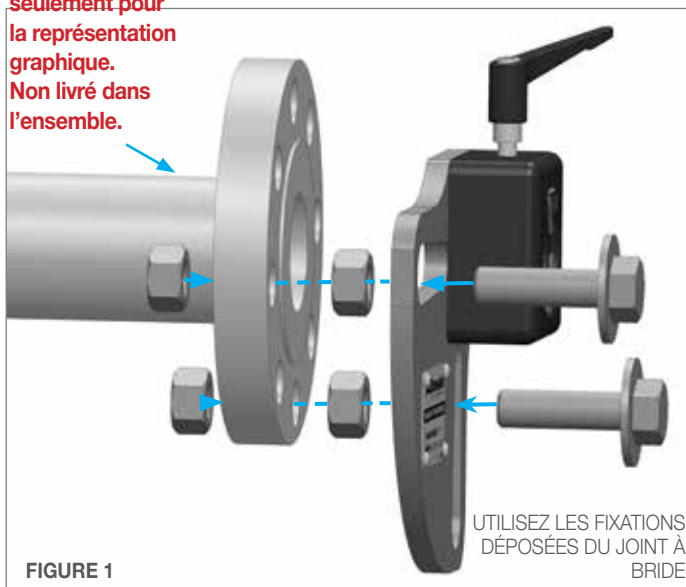

FIGURE 1
1. Fixez la fixation quart de rond sur la bride de la canalisation avec les fixations déposées du joint à bride. Les écrous présentés entre la bride de la canalisation et la fixation quart de rond permettent l'évacuation. D'autres possibilités d'entretoise telles que des rondelles sont acceptables. **(Figure 1)**
1. Fixez la plaque pour bride 102-204 mm sur la bride de la canalisation avec les fixations déposées de la liaison à bride. Les écrous présentés entre la bride et la plaque de fixation sur bride permettent l'évacuation. D'autres possibilités d'entretoise sont acceptables. **(Figure 1)**
1. Fixez l'extrémité de la sangle à la barre de maintien de sangle et enroulez la sangle autour de la canalisation vers le treuil. **(Figure 1)**
1. Desserrez les vis sur les deux blocs de chapeaux de virole. Glissez l'ensemble bloc de virole BOP 030 sur le tube de guidage de l'ABX-PRO et serrez à fond les deux vis. Glissez le tube d'embout BOP 081-6 dans l'ensemble bloc de virole BOP 030. Enfoncez le tube d'embout jusqu'en butée, puis serrez les deux à fond. **(Figure 1)**